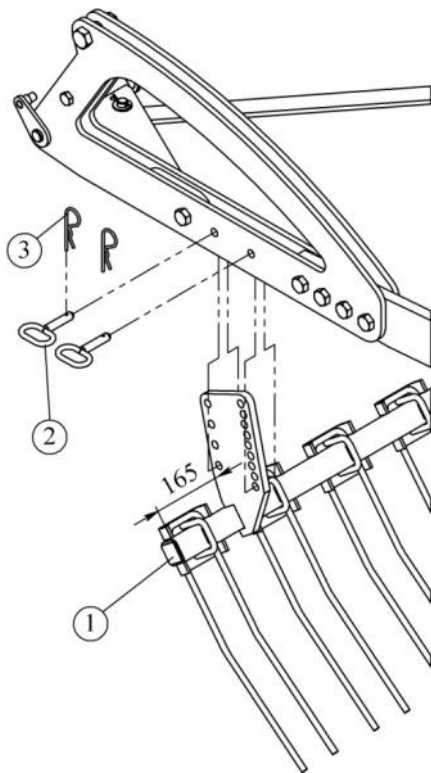

Рис. 4.3. Установка штригелей.
4.5. Установите балку со штригелями (поз. 1, рис. 4.3) при помощи стопорных пальцев Ø16x70 (2). Пальцы застопорите чеками (3).